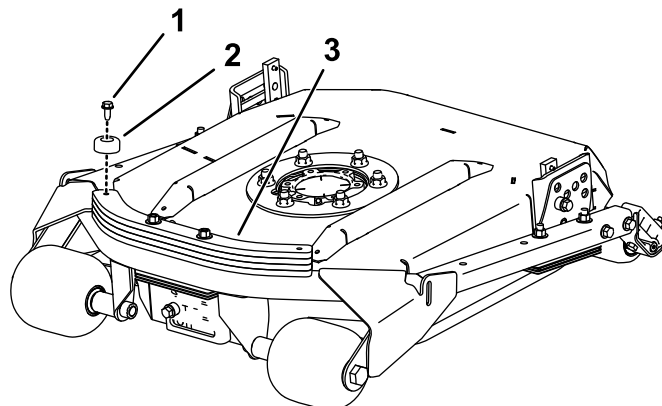

図 3
3. バラストプレートの側部のマシン中央部に一番近い場所に、タッピングねじでゴム製バンパーを取り付ける図3。